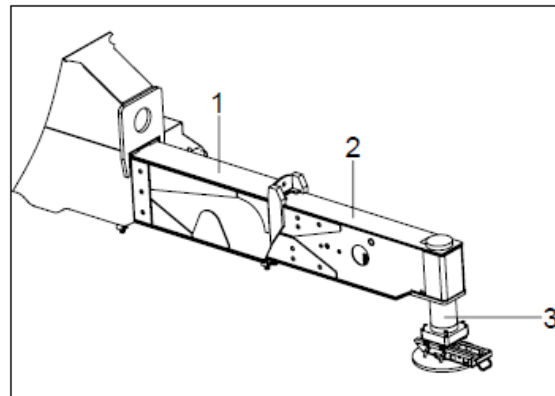

Fig.4-66 Diagrama de estrutura do estabilizador
f. Solte o botão de controle até o segundo estabilizador horizontal estar totalmente estendido. Veja Fig.4-66.